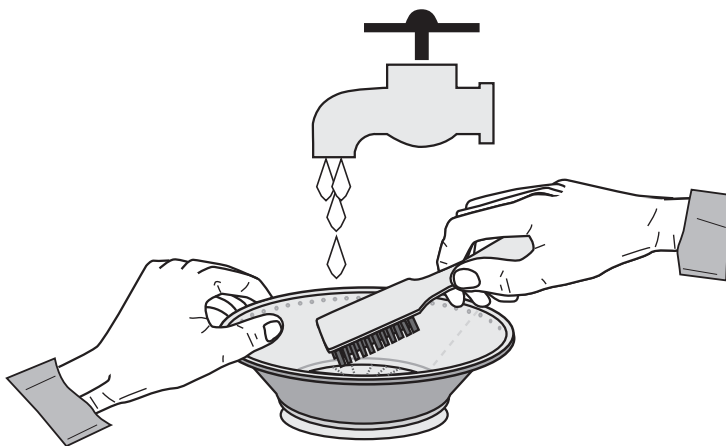

Fig. 8
- Para obtener un rendimiento superior de zumo controlar siempre que el filtro haya sido limpiado cuidadosamente utilizando un cepillo de nylon. Utilizando este cepillo, mantener el filtro bajo el grifo y cepillar la parte interna del tamiz (véase Fig. 8), después controlar en contraluz que no haya agujeros obstruidos en el tamiz. Si hubiera agujeros obstruidos, inmergir el filtro en una solución de agua caliente con el 12% de zumo de limón o vinagre para que se liberen los agujeros. En alternativa lavar el filtro en el lavavajillas.
Pulpa expulsada muy mojada e inferior cantidad de zumo extraído.	• Probar licuar más lentamente apretando la fruta con menor fuerza. • Asegurarse siempre que el filtro haya sido limpiado cuidadosamente utilizando un cepillo de nylon. Utilizando este cepillo, mantener el filtro debajo del grifo y cepillar la parte interna del tamiz (véase Fig. 8), después controlar en contraluz que no haya agujeros del tamiz obstruidos. Si hubiera agujeros obstruidos, inmergir el filtro en una solución de agua caliente con el 12% de zumo de limón o vinagre para que se liberen los agujeros. Como alternativa lavar el filtro en lavavajillas. • Fruta demasiado madura.